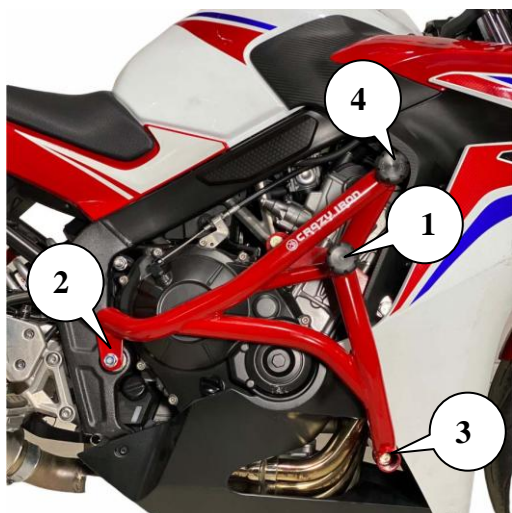

Рис.1. Установленная клетка вид справа
4. Приложите правую половину клетки к точке крепления правой стороны 1 (как это показано на рис.1).
7. Совместите крепежные отверстия на мотоцикле с монтажным отверстием в клетке точки №2 (см. рис.1) на правой стороне мотоцикла. Клетка при этом предварительно зафиксирована в точке №1.